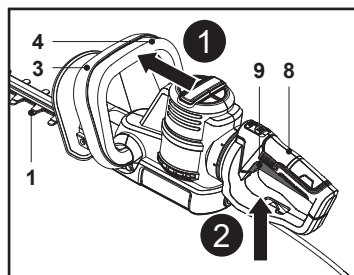

Fig. 6
1. S'assurer que le dispositif de coupe (lame) (1) ne touche aucun objet. Retirer le protège-lame (13) du dispositif de coupe (lame) (1) avant de mettre la machine en marche.
2. Tenir la machine avec une main sur la poignée avant (3) et l'autre main sur la poignée arrière (8).
3. Appuyer sur l'interrupteur de sécurité (4) et le maintenir en position (Fig. 6, étape 1).
4. Appuyer sur l'interrupteur Marche/Arrêt (9) pour mettre la machine sous tension (Fig. 6, étape 2).
5. Relâcher l'interrupteur Marche/Arrêt (9) ou l'interrupteur de sécurité (4) pour mettre la machine hors tension.